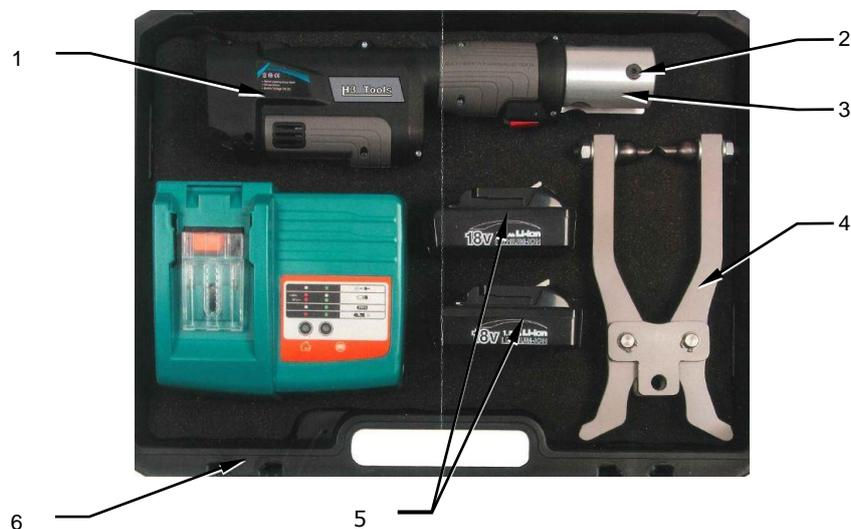

Abb. 5-1: Transportkoffer
2. Den Akku in den Koffer legen (siehe Abb. 5-1: Transportkoffer).
5. Die Trapezlochzange in den Koffer legen (siehe Abb. 5-1: Transportkoffer).
7. Die Pressmaschine in den Koffer legen (siehe Abb. 5-1: Transportkoffer).